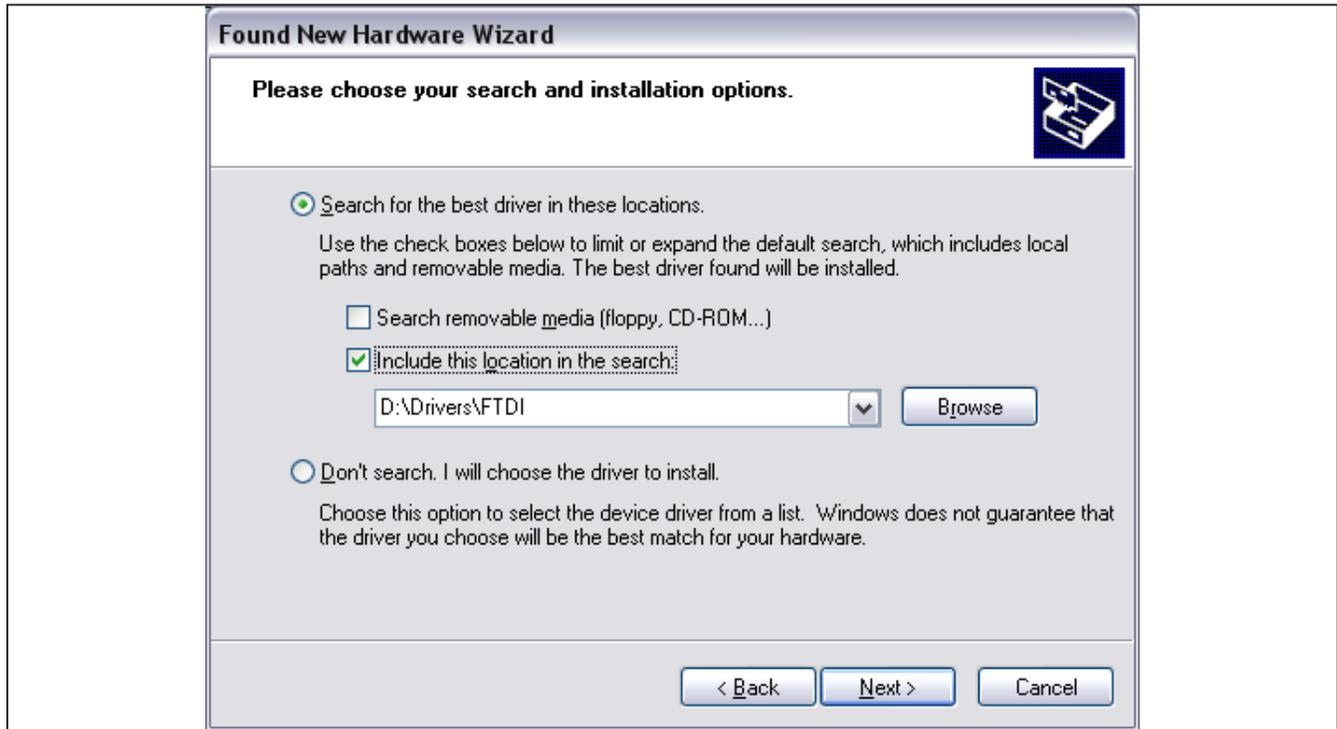

图6. 安装过程中选择驱动文件的位置
- 最后，在搜寻和安装选择对话框(图6)中，选择**Search for the best driver in these locations.**，进入包含解压缩VCP驱动文件的工作目录位置。点击**Next**完成驱动安装。